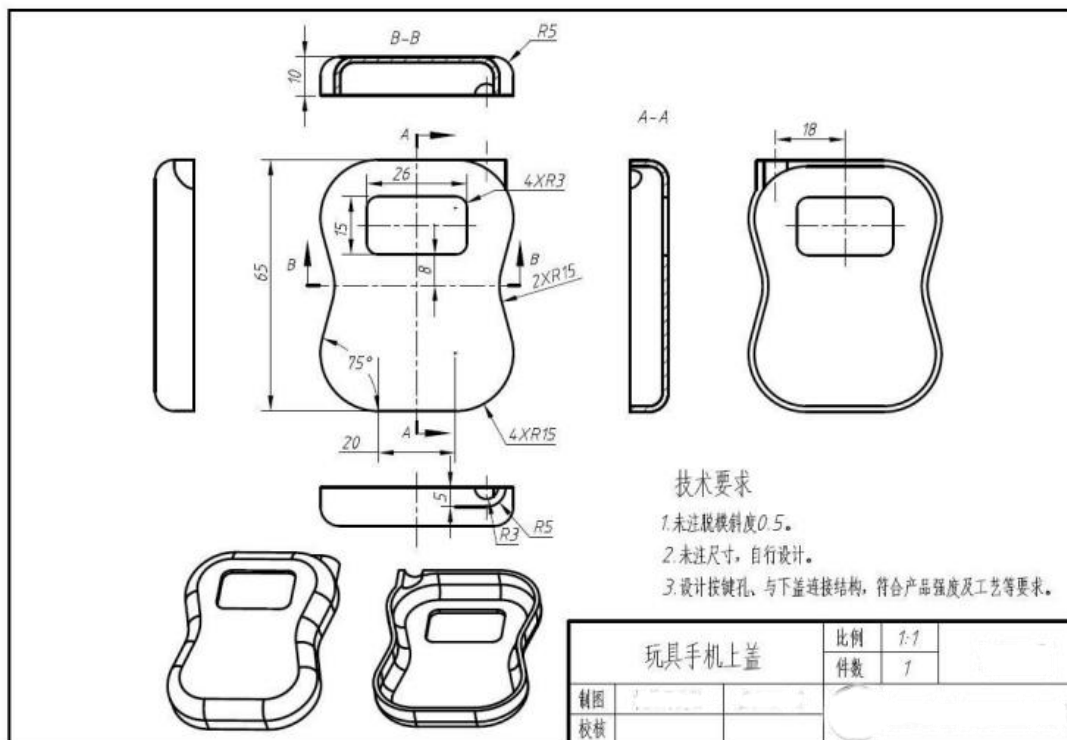

图 2-5-3 玩具手机上盖零件
按照图 2-5-3的要求，根据以下参考图，按规定完成工业机器人系统三维建模。
- 2) 根据图 2-5-3对产品进行外形设计。